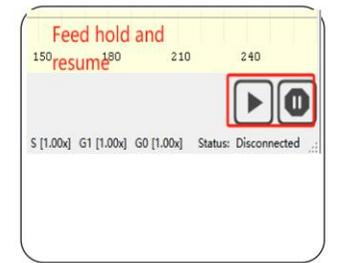

Figura 20 Retención y reanudación de la alimentación
- Si simplemente desea hacer una pausa mientras el láser está funcionando y reanudar el trabajo inacabado, puede hacer clic en el botón de retención de alimentación y reanudación como se muestra en la Figura 20.